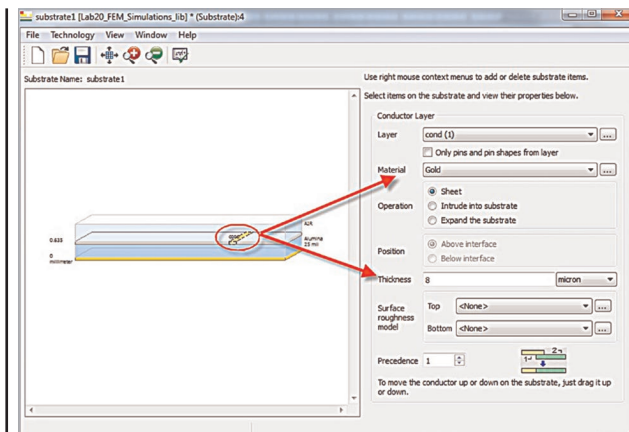

Рис. 92
- У графічному інтерфейсі налаштування підкладки натисніть на **cond strip**, змініть **Material** (Матеріал) на Gold (Золото) і введіть товщину 8 мікрон (рис. 92).